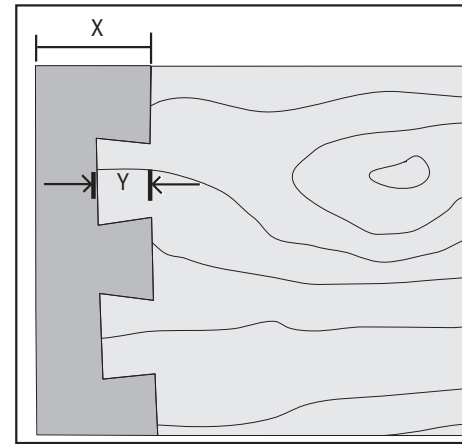

Fig. 21
- * Quelle hauteur de brèche (la distance « Y » dans Fig. 21) sur les joints de la queue d'aronde devrez-vous faire?
- * De quelle épaisseur est votre planche-goujon (la distance « X » dans Fig. 21)?